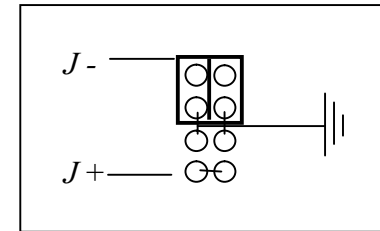

Рис. 5 Заземление минусовой клеммы
- 12.3 На основной плате возле положительной выходной шины найдите разъем заземления – см. рис. 5. По умолчанию, заземление установлено по минусовой клемме источника.